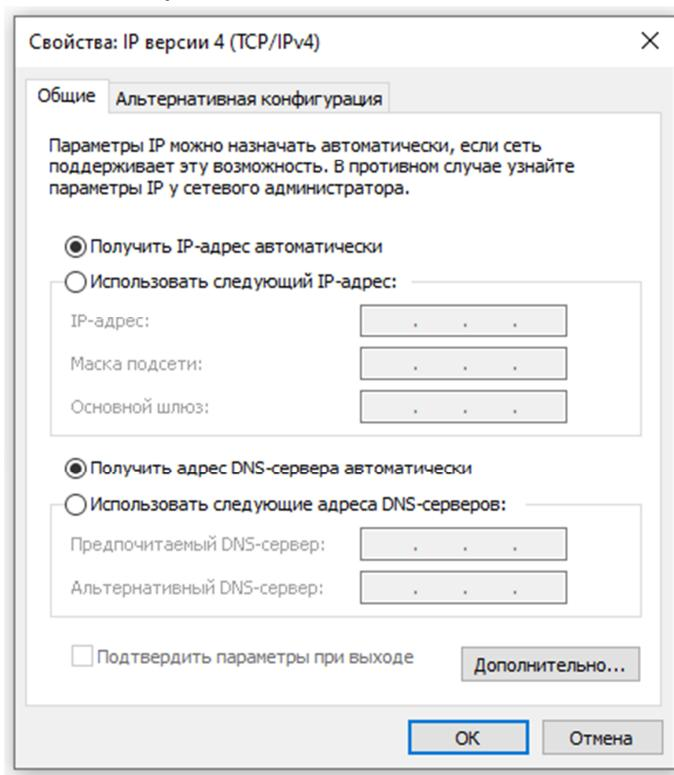

Рис. 1.3. Настройка получения параметров IP автоматически
1.2.4. Выберите получение настроек автоматически в обоих пунктах, нажмите «OK» (см. рис. 1.3).